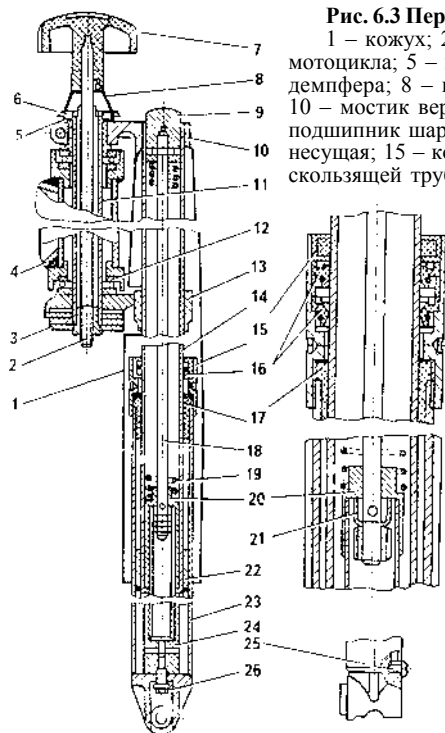

Рис. 6.3 Передняя вилка:
На всех “Ижах” в качестве передней подвески применяется телескопическая вилка (рис. 6.3), которая состоит из двух пружинных амортизирующих элементов (перьев), соединенных сверху мостиками 10 и 13 рулевой колонки, внизу - осью переднего колеса. Передняя вилка обеспечивает направление движения мотоцикла, воспринимает на себя нагрузки от неровностей дороги и гасит возникающие колебания при помощи амортизаторов. Вилка имеет возможность поворачиваться в рулевой колонке рамы на радиально-упорных подшипниках 12.
Нормальная работа вилки зависит от количества амортизаторной жидкости, залитой в перья, ее вязкости, состояния уплотнений, степени изношенности втулок и поршней. Стуки при обратном ходе вилки чаще всего свидетельствуют о недостаточном количестве жидкости или ее малой вязкости. Чтобы определить, сколько жидкости залито в каждое перо, необходимо установить мотоцикл на центральную подставку, отвернуть пробки 9 перьев и винты 26 (рис. 6.3), и, прокачивая каждое перо, собрать жидкость и замерять ее количество.
- ослабить стяжные болты верхнего мостика, отвернуть пробку 9 (рис. 6.3), корпус сальников на половину резьбы, ослабить стяжные болты в нижнем мостике 13;